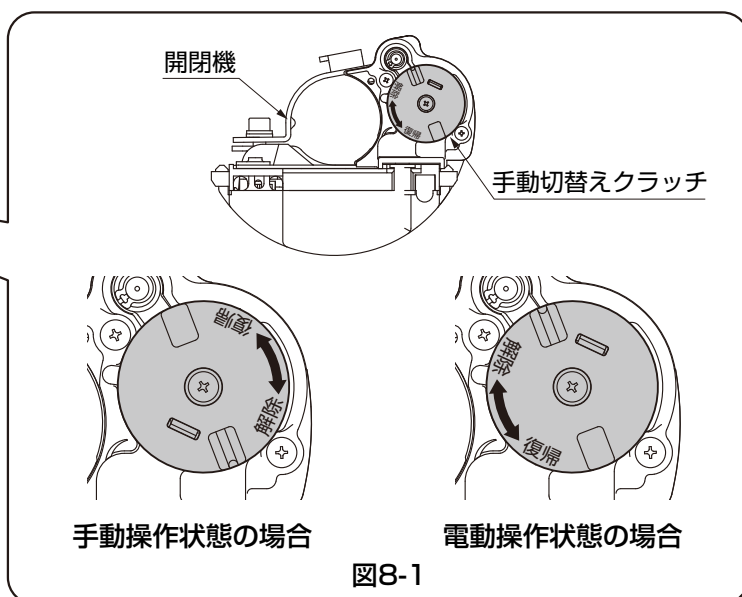

図8-1
- ①手動切替クラッチが手動操作状態に解除されているか確認してください。(図8-1参照)
- ②電動操作状態の場合は、手動切替ワイヤーを引きクラッチを解除してください。